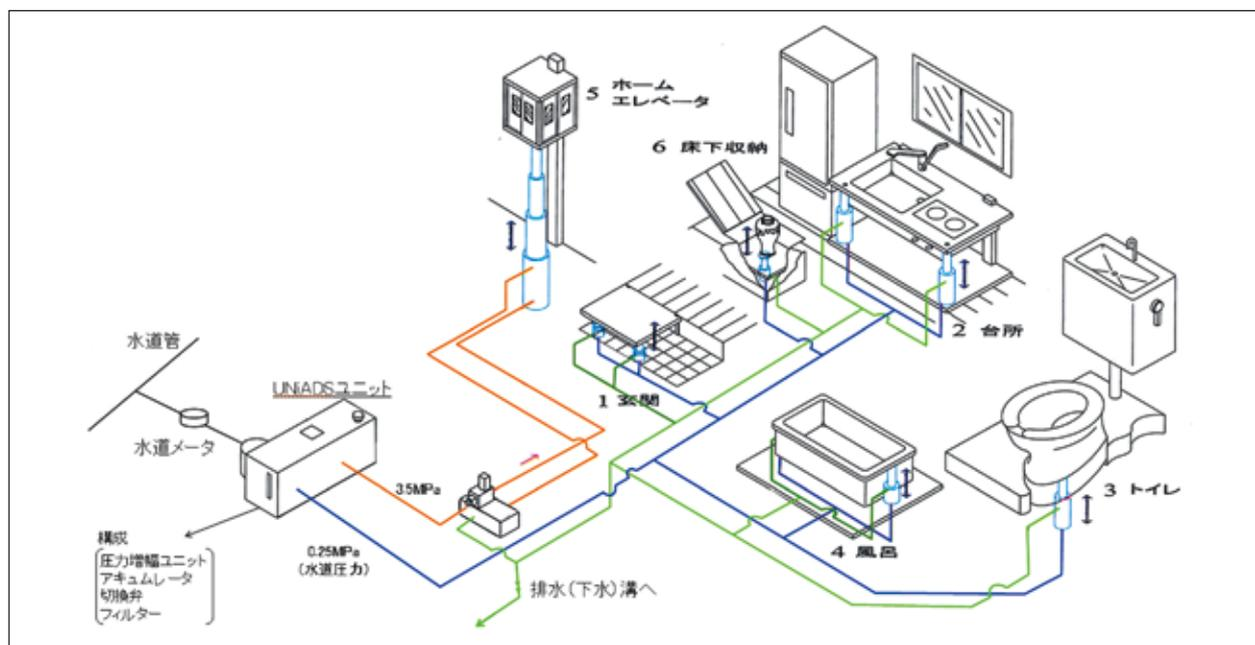

図8 バリアフリー対応ムーバブル住宅設備システム
日本の人口構成は、早晚高齢化社会を迎えます。高齢者の快適な生活のためには住宅のバリアフリーが欠かせません。図8は、ADS技術の住宅設備への応用の可能性を模式化したものです。①玄関の上りがまち ②台所のシンク ③トイレの便座 ④風呂の床や洗い場 ⑤ホームエレベータ ⑥台所の床下収納庫、など昇降機能の用途があります。これらの住宅設備は概ね「水場」であることから、ADSとの相性がいいのです。電動もいい